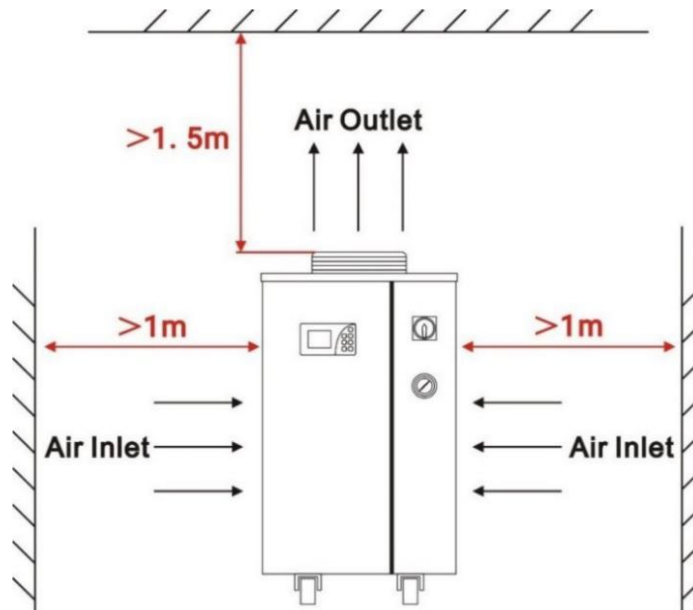

Figura 3: Requisitos de espacio para la instalación del chiller
(3) La salida de aire del chiller debe estar al menos a 3,5 m del obstáculo, y la entrada de aire debe estar al menos a 1 m del obstáculo (véase el diagrama a continuación), como se muestra en la figura 3.